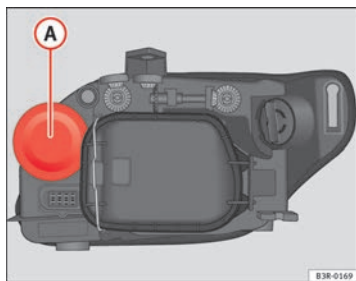

Abb. 218 Glühlampe für Blinker
- Nehmen Sie die Gummikappe ⇒ Abb. 218 durch Ziehen ab.